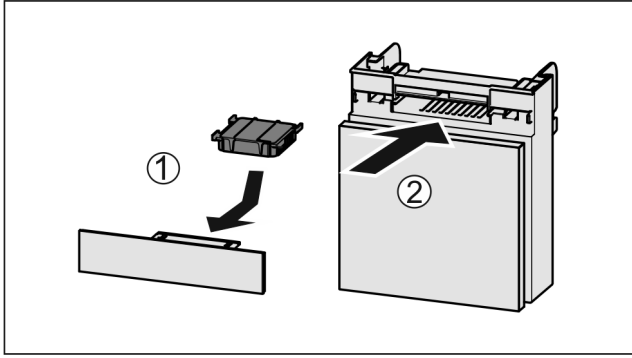

Fig. 128
- ▶ Вставити фільтр з активованого вугілля за малюнком Fig. 128 (1).
- ▶ Вставити відділення Fig. 128 (2).